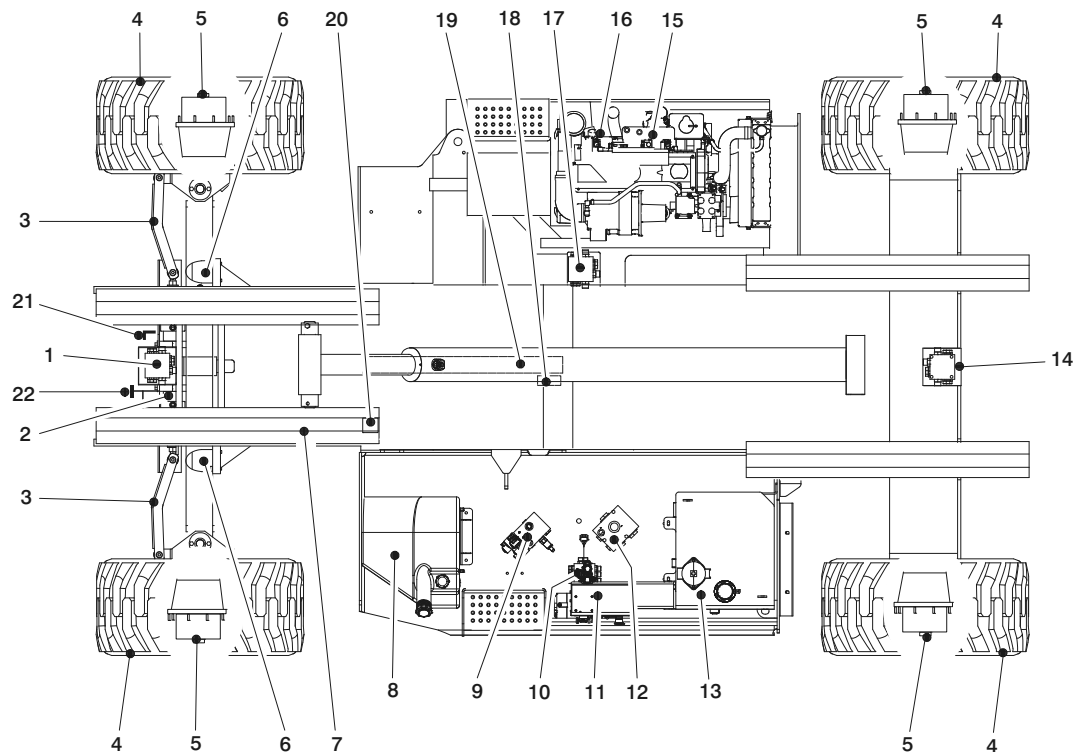

Fig. 2-1. Diagram över "rundvandrings"-inspektion
5. **"Rundvandrings"-inspektion** – (se fig. 2-1)